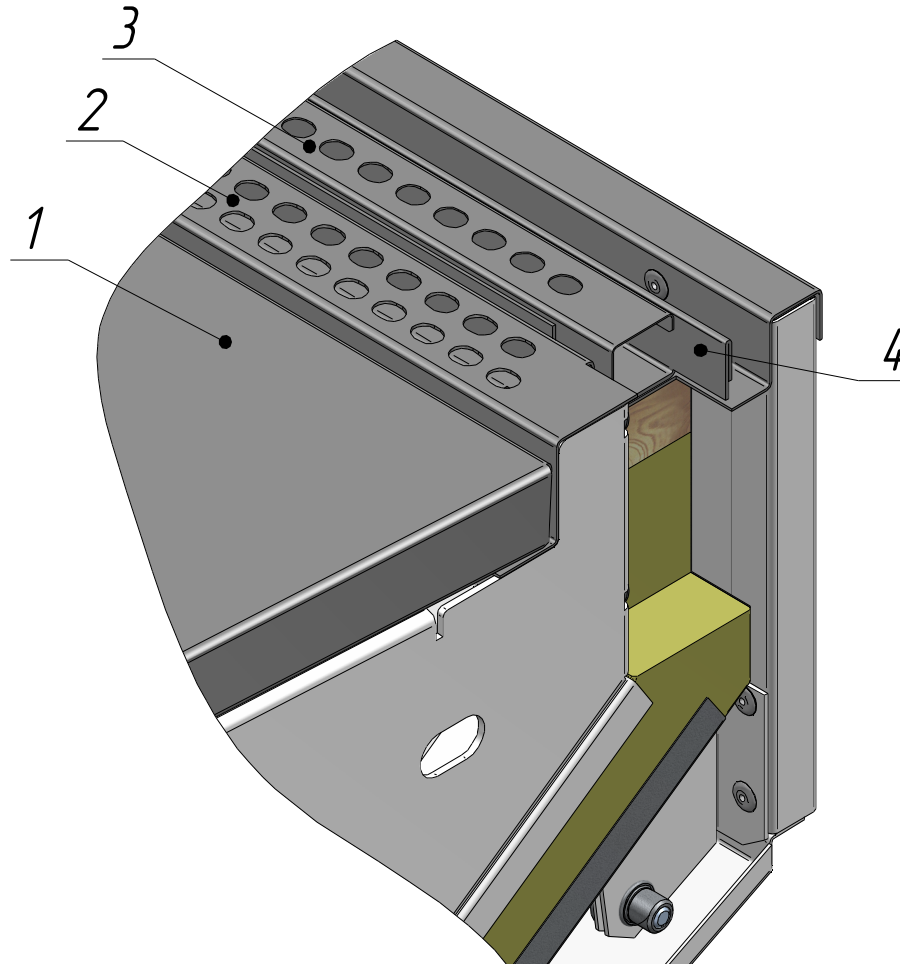

Рисунок 1
5. С витрины снять установленные полки экспозиционные (1), воздуховод (2), вставки декоративные (3). (См. рисунок 1)